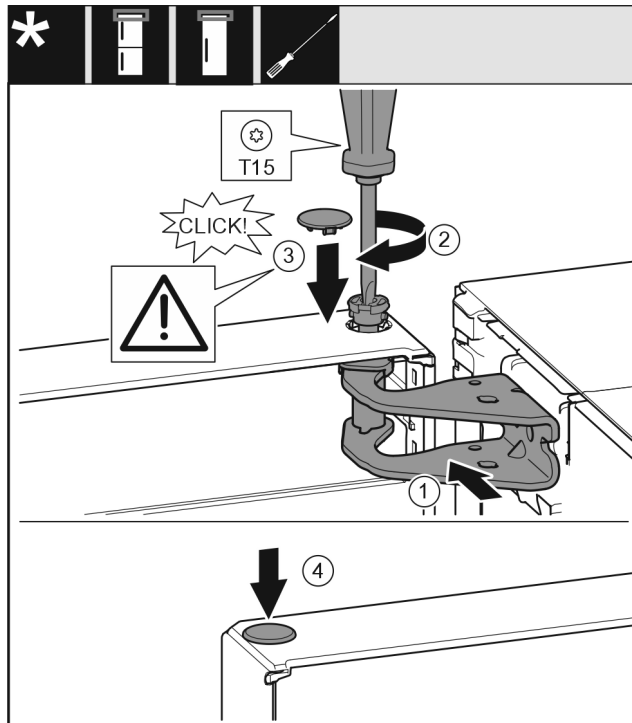

Fig. 15
- ▶ Vrata zgoraj naravnajte k odprtini v ležajnem podstavku. Fig. 15 (1)
- ▶ Vstavite sornik in ga privijte z izvijačem T15. Fig. 15 (2)
- ▶ Montirajte varovalni pokrov za varovanje vrat: Vstavite varovalni pokrov in preverite, če se nalega na vrata. V nasprotnem primeru sornike vstavite v celoti. Fig. 15 (3)
- ▶ Vstavite čep. Fig. 15 (4)